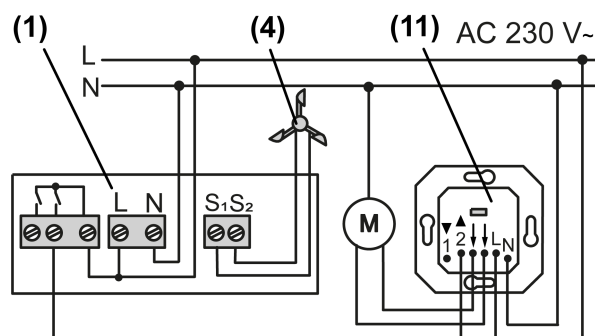

Figura 4: Esquema de conexión de la unidad de evaluación en el control de la persiana (11)
- Fijar el aparato con dos tornillos (10).
- Introducir los cables en la caja de empalme y conectarlos según el esquema de conexión (véase figura 4).
- i** El borne de distribución (5) sirve para conectar el conductor protector.